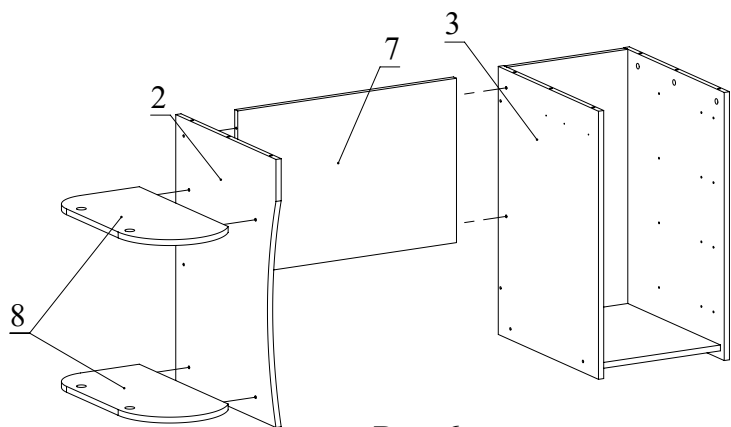

Рис.6
7. С помощью конфирмат соедините деталь 7 с полученной конструкцией. Соедините детали 8 с деталью 2 при помощи конфирмат. Полученную конструкцию соедините с деталью 7 при помощи конфирмат (Рис. 6).